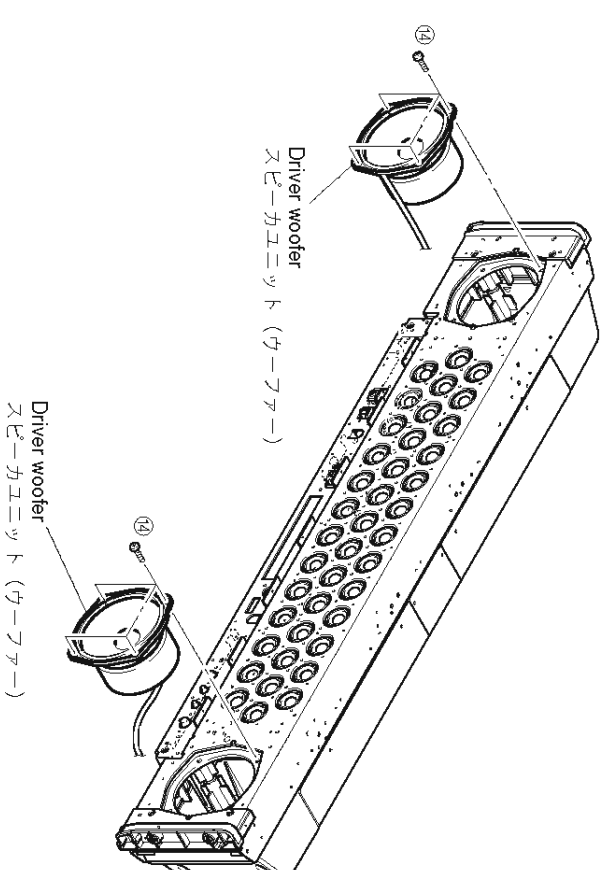

Fig. 3
- a. Remove 4 screws/piece (14). (Fig. 3)
- b. Remove driver woofer. (Fig. 3)
- a. ⑭のネジ4本/個を外します。(Fig. 3)
- b. スピーカーユニット(ウーファー)を外します。(Fig. 3)